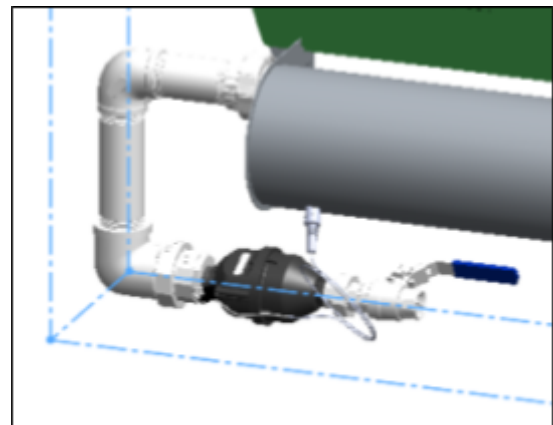

Abbildung 12.
⚠Achtung: Der Bypass muss so montiert werden, dass er unterhalb des Mischbehälters mündet. Siehe Abbildung 12.
- o **⚠Achtung:** Montieren Sie den Wasserzähler mit den Zählwerken nach oben und dem Pfeil in Richtung des Umlaufs. Siehe Abbildung 12.